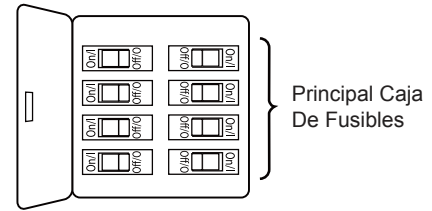

Figura 1
Uso de perfil bajo (Figura 1)
1. Extraiga la pieza de la bola colgante de la unidad de la bola colgante / varilla aflojando el tornillo de presión de la bola colgante hasta que la bola se libere de la varilla. Retire el pasador del barral y luego extraiga la semiesfera. Conserve el pasador y la semiesfera para su reinstalación en el paso 6. (Figura 1)
Para evitar una posible descarga eléctrica, asegúrese de cortar la alimentación eléctrica de la caja de fusibles principal antes de colgar el ventilador. (Figura 1)
Para evitar una posible descarga eléctrica, asegúrese de cortar la alimentación eléctrica de la caja de fusibles principal antes de alambrado el ventilador. (Figura 1)
1. Instale la cubierta rotando la ranura clave en la cubierta sobre el tornillo de hombro del soporte del gancho, teniendo cuidado de no pillar los cables. Instale adecuadamente y fije el segundo tornillo de hombro que fue anteriormente guardado y fije el tornillo de hombro. (Figura 1)
1. Apoye el soporte de aspa sobre una superficie plana, con la parte interior del soporte de aspa mirando hacia arriba. Este es el lado que tiene los pilotes roscados y la base inclinada. Coloque el aspa sobre sus soportes con los postes roscados que se muestran. Asegúrese de que el borde inferior del aspa esté completamente asentado sobre el soporte de aspa. Coloque el cubierta del soporte de aspa sobre el aspa, y alinee los orificios sobre los pilotes roscados. Con un destornillador phillips, enrosque ambos tornillos de cabeza dentada de 3/16"-24 en los pilotes pero no los ajuste por completo. Antes de ajustarlos por completo, alinee el centro del soporte de aspa con el centro del extremo del aspa. Ajuste ambos tornillos para asegurar el aspa. (Figura 1)
1. Desmonte la unidad del carcasa de la copa del interruptor extrayendo los tres tornillos. (Figura 1)
1. **IMPORTANTE:** El uso de un regulador de la intensidad completa (no incluido) para controlar la velocidad del ventilador dañará el dispositivo. Para reducir el riesgo de incendio o descarga eléctrica, no utilice dicho regulador para controlar la velocidad del ventilador. (Figura 1)